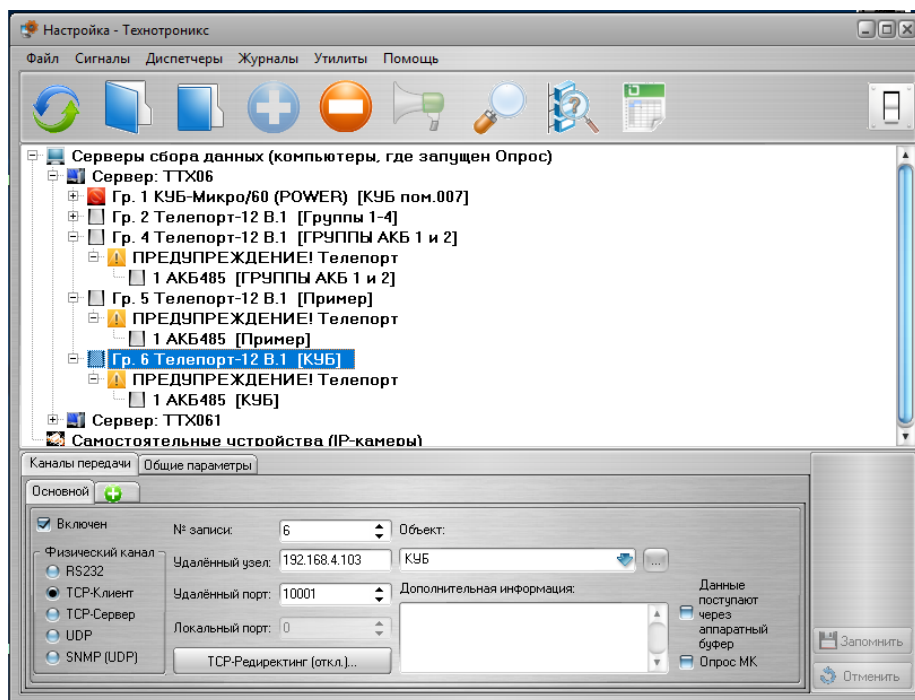

Рис. 16 Ввод устройства в программу «Настройка» ПО «Технотроникс.SQL»
- Нажать на крест в синем круге и ввести виртуальное устройство «Телепорт 12.В1». Прописать все данные объекта (названия и прочее). В нем же прописать удаленный IP, равный АКБ-12/485 и удаленный порт, **не равный АКБ -12/485 (и никем не занятый в случае работы ПО сервером)**. (см. рис. 16). Нажать кнопку "Запомнить".